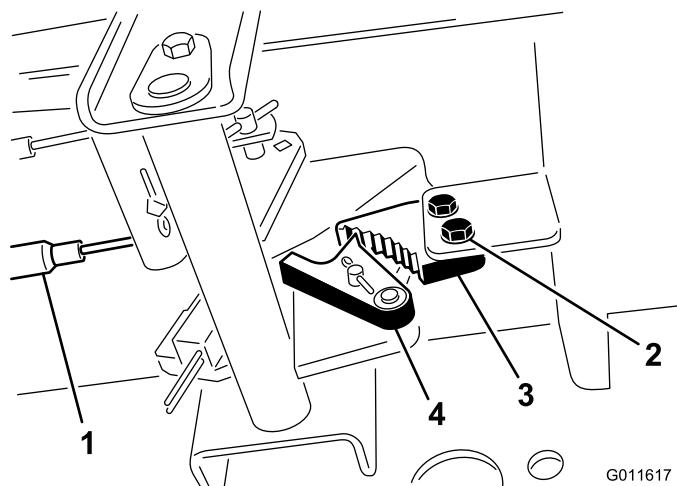

Рисунок 67
- Ослабьте два винта крепления защелки стояночного тормоза к раме (Рисунок 67).
- Нажмите педаль тормоза вперед, пока углубление тормоза не войдет полностью в зацепление с защелкой тормоза (Рисунок 67).